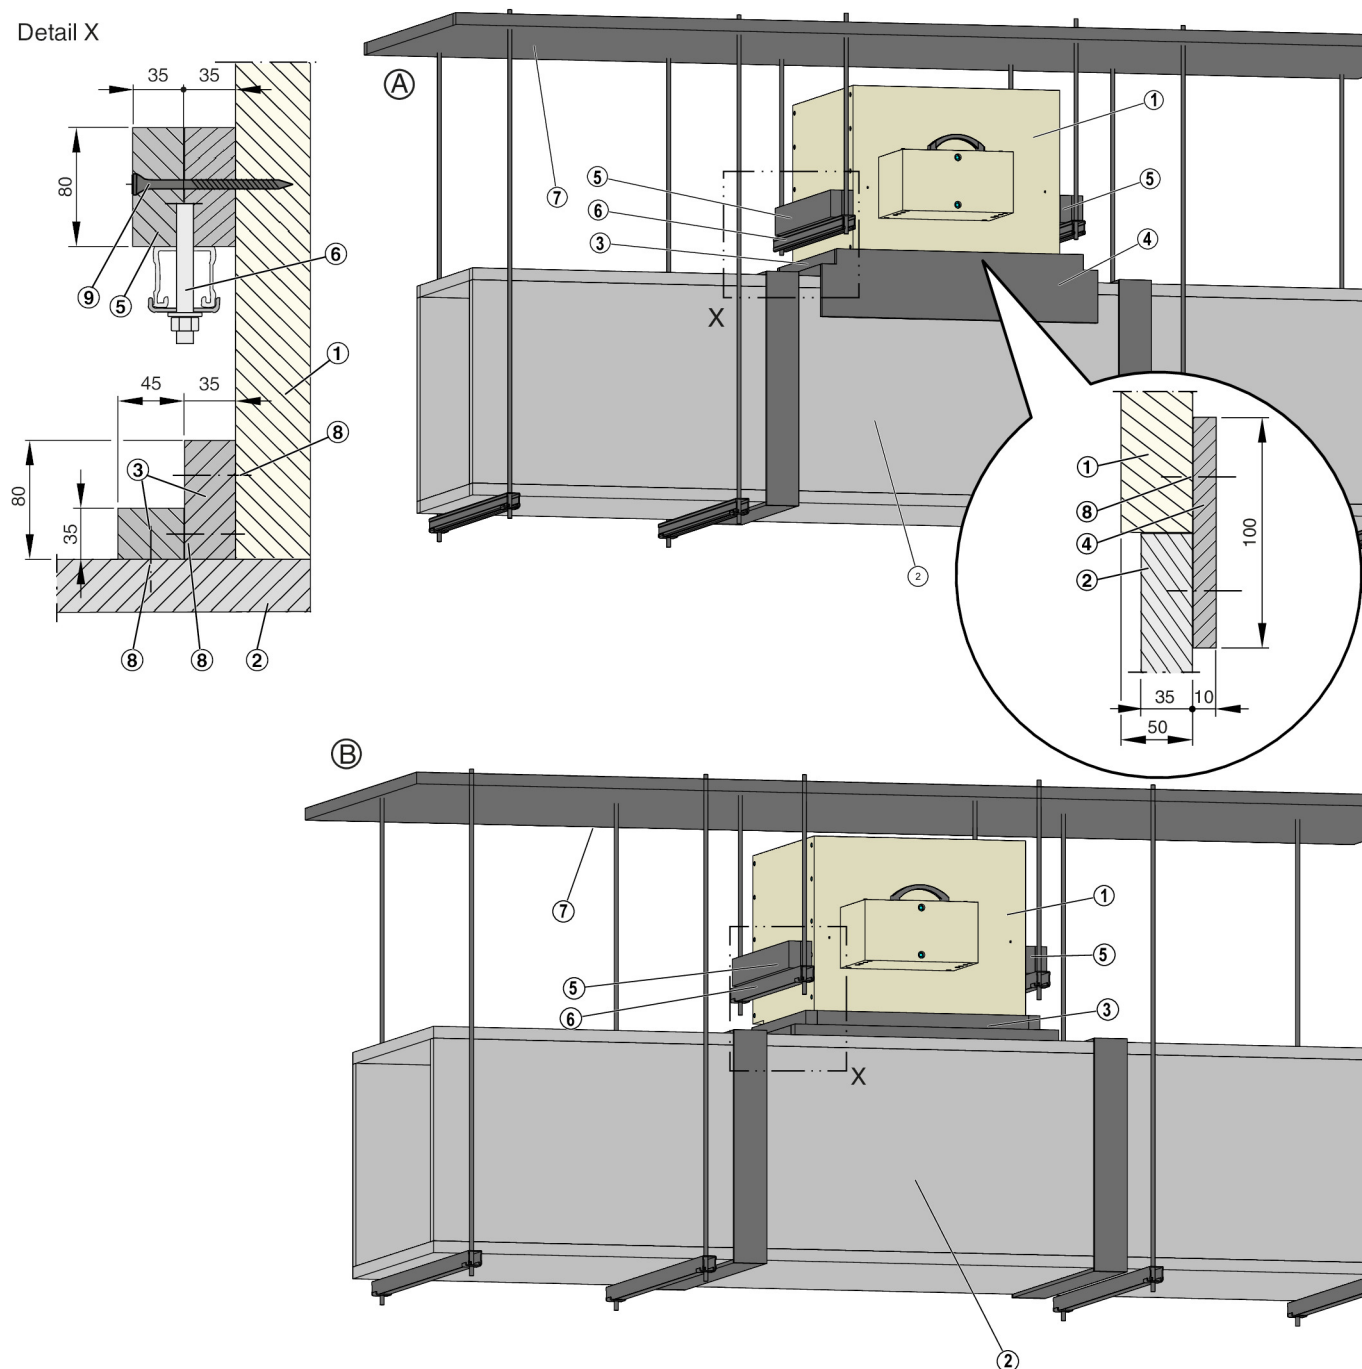

Abb. 22: Einbau auf horizontalen feuerwiderstandsfähigen Entrauchungsleitungen, , Klassifizierungsindex: h_{od}
- 1. ▶ Beidseitig die Aufdoppelung (Abb. 22 /5) mit Schnellbauschrauben an der Entrauchungsklappe anbringen; (mit $\varnothing 3 \text{ mm}$ vorbohren), Schraubabstand $\leq 100 \text{ mm}$, mindestens 2 Schrauben.
- 4. ▶ Riegel (Abb. 22 /3) zwischen feuerwiderstandsfähiger Entrauchungsleitung und Entrauchungsklappe herstellen. Dazu die Riegel an den Stossstellen, an der Entrauchungsleitung und an der Entrauchungsklappe verkleben und mit Stahldrahtklammern, Abstand $\leq 150 \text{ mm}$, verbinden.